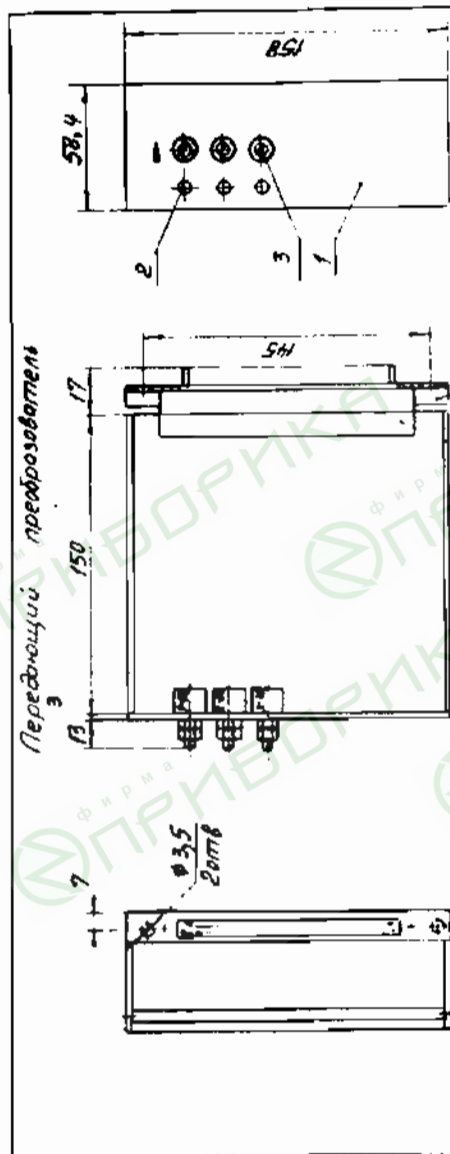

Рис. 4
4.1.2. Передающий преобразователь со степенью защиты оболочки JPOO (см.рис.4) выполнен на базе унифицированных типовых конструкций (УТК) и представляет собой монтажную подвижную плату с защитной рамкой. На лицевой панели 1 имеются светодиоды 2 для индикации срабатывания и регулировочные резисторы 3. Для подключения внешних проводов или кабелей служит разъем 4, розетка которого закреплена на скобе 5.